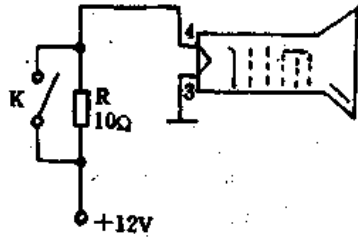

图 5-24 半压启辉电路
②半压启辉电路。如图5-24所示,在灯丝电路中串一只降压电阻R,且在R上并联开关K。工作原理:开机时灯丝上只有6V电压,避免开机大电流(600mA)对灯丝的冲击,稍后合上K,灯丝加全压。注意:为操作方便,可将对比度电位器改成带开关的旋转式电位器,开大对比度时K便合上。